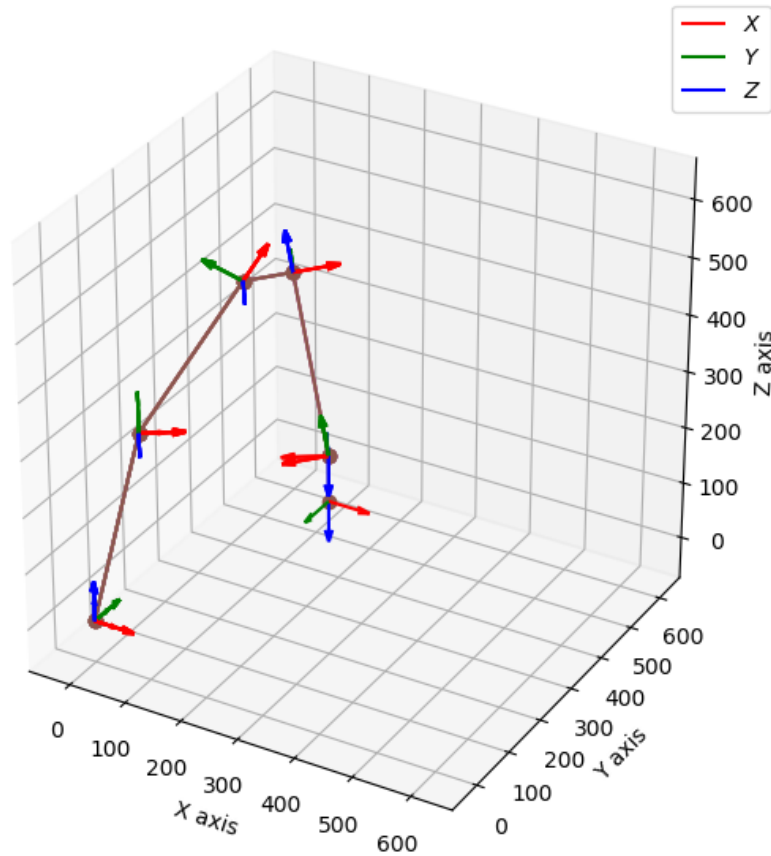
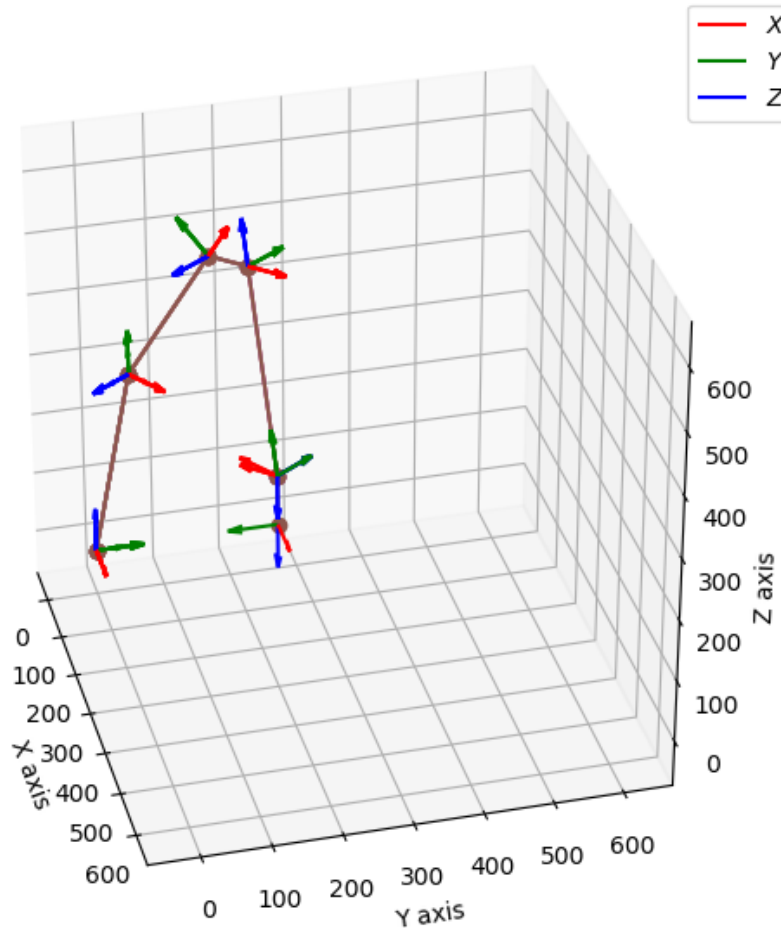

Ilustración 19. Diagrama cinemático (1)
Ilustración 20. Diagrama cinemático (2)
Ahora veremos la funcionalidad del botón “*Kinematics diagram*” que prácticamente nos muestra el diagrama cinemático o diagrama de alambre de nuestro manipulador y podemos dar una idea como luciría. Para este ejemplo véase la ***Ilustración 19. Diagrama cinemático (1)*** y la ***Ilustración 20. Diagrama cinemático (2)***.